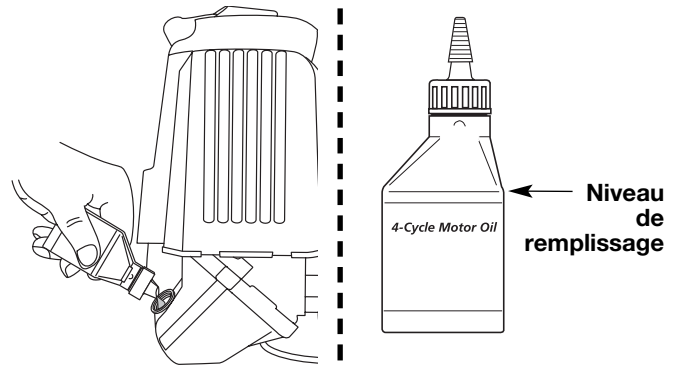
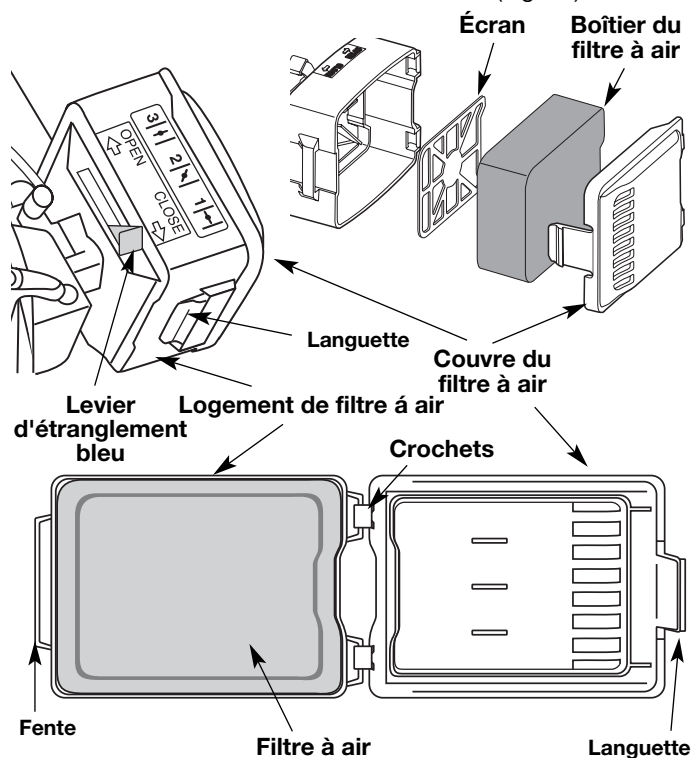

Fig. 18
Fig. 19
**REMARQUE :** Mesurez la quantité nécessaire à l'aide de la bouteille et de la buse utilisées lors de la mise en service. 90 ml (3,04 oz) correspond environ au haut de l'étiquette de la bouteille (Fig. 19). Vérifiez le niveau d'huile avec la jauge. S'il est trop bas, ajoutez un peu d'huile par l'orifice et revérifiez (Fig. 18). Ne remplissez pas trop.
2. Retirez le filtre à air et l'écran derrière lui (Fig. 19).
- Remplacez le filtre et l'écran (Fig. 19).